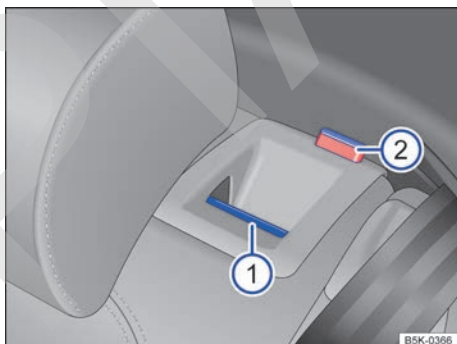

Fig. 63 En el respaldo del asiento trasero: tecla de desbloqueo ①, marca roja ②.
- Tirar de la tecla de desbloqueo → fig. 63 ① hacia adelante y, al mismo tiempo, rebatir el respaldo del asiento trasero hacia adelante.
- La parte de respaldo del asiento trasero estará desbloqueada cuando la marca roja → fig. 63 ② sea visible.
- La marca roja → fig. 63 ② ya no puede ser visible.